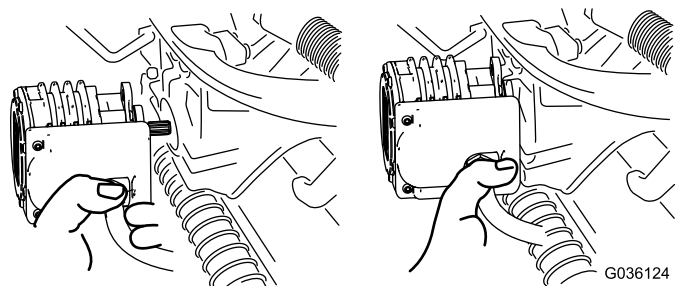

Figura 69
- Mova o motor para o local de armazenamento na parte da frente do braço de suspensão (Figura 69).